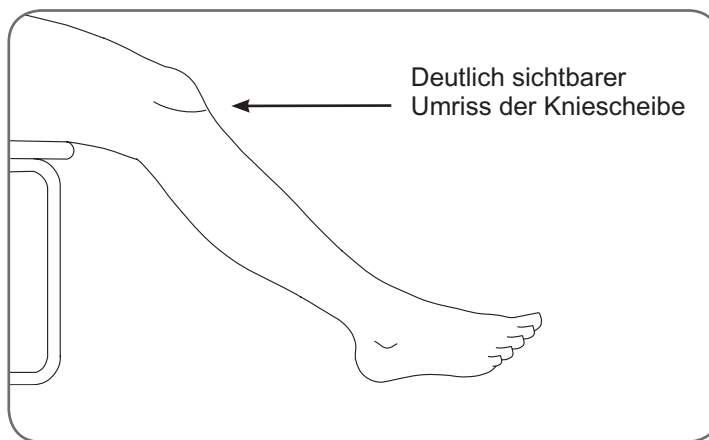

Abbildung 7-1: Empfohlener Kniewinkel zum Anlegen der L300-FS-Manschette
3. Strecken Sie Ihr Bein im Sitzen leicht aus. Der Umriss der Kniescheibe sollte deutlich sichtbar sein. Legen Sie den Fuß gegebenenfalls auf einer Fußbank ab (siehe Abbildung 7-1).